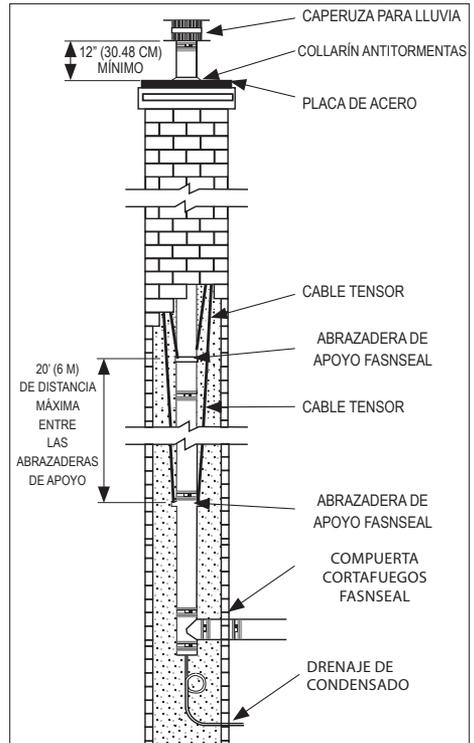
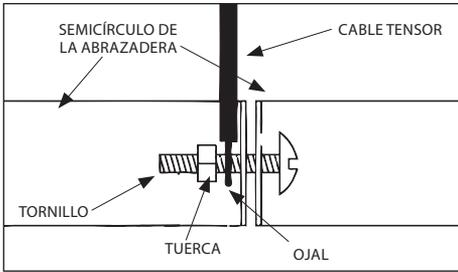

Figura 7
Figura 9
Brindar apoyo a una pila vertical FasNSeal a través de una chimenea de mampostería presenta una serie de desafíos que otras instalaciones verticales no necesitan enfrentar. El espacio estrecho y cerrado de una chimenea impide el acceso sencillo a la mayor parte del interior de la chimenea. Instalar soportes para pared u otros tipos de apoyo puede ser prácticamente imposible. Como método alternativo para brindar apoyo a instalaciones que atraviesan una chimenea de mampostería, se puede usar una serie de cables tensores y abrazaderas de apoyo FasNSeal. Consulte la **Figura 7** para ver una instalación típica. Es fundamental usar abrazaderas suficientes
2. Instale una abrazadera de apoyo FasNSeal en la base de la pila de la ventilación. La primera abrazadera de apoyo debe ubicarse directamente por debajo de la junta superior en la longitud de ventilación más recto inferior (**Figura 7**). Consulte la **Figura 9** para conocer el método adecuado de fijar los cables tensores a la abrazadera de apoyo FasNSeal. No fije el cable entre los semicírculos de la abrazadera. Si lo hace, impedirá que la abrazadera sujete la pila de ventilación de manera adecuada.